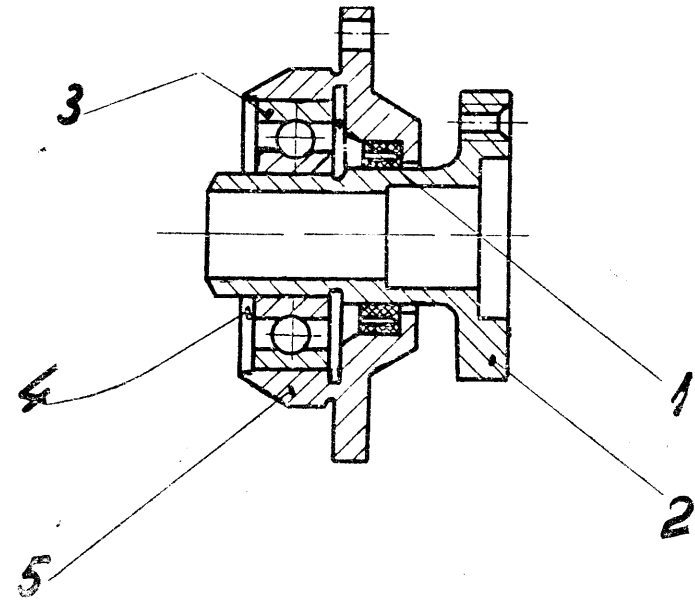

Abb. 62. Abschlussdeckel und Flansch.
5.4.3. AUSEINANDERBAU DES SATZES DECKEL-GELENK- WELLENFLANSCH. Abb. 62.